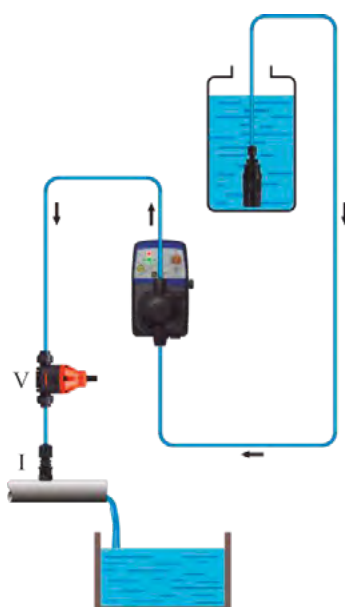

Figura 2
- Si el sistema que se va a tratar funciona a presión atmosférica y el depósito de producto químico debe situarse obligatoriamente por encima del punto de inyección (figura 2), comprobar periódicamente si la válvula de inyección (I) funciona correctamente, ya que su desgaste excesivo podría provocar la inyección involuntaria del producto químico en la instalación por efecto de la gravedad (incluso con la bomba dosificadora parada). Si el problema persiste, instalar una válvula de contrapresión (V) correctamente calibrada entre la bomba dosificadora y el punto de inyección.